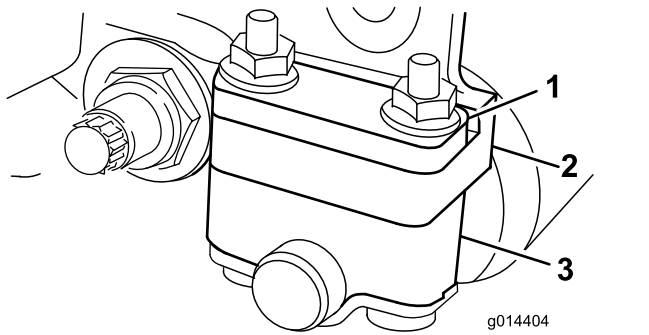
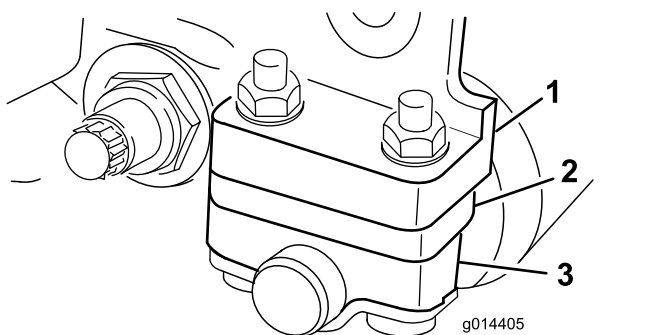

図 12
図 13
使用する刈高によって、後ローラブラケットの取り付け位置を低位置または高位置 図 12 または 図 13 から選択する必要があります。
- 刈高 1.5-6 mm の場合 図 12 のように、スペーサをサイドプレート取り付けフランジの上にセット出荷時の設定する。
- 刈高範囲が 3-25 mm の場合は、図 13 のように、スペーサを取り付けフランジの下にセットする。
4. 必要に応じてスペーサを、ローラブラケットの上または下にする図 12 または 図 13。